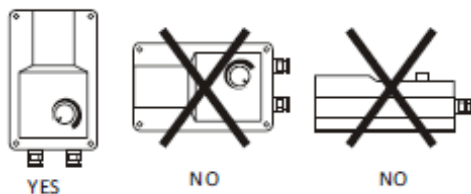

Рис.1.
- Рабочее положение согласно рис. 1.